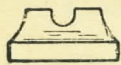

Рис. 46.
**91. Целик** (рис. 46) вместе с мушкой служит для прицеливания. Своим основанием он вставляется в паз на кожухе затвора.